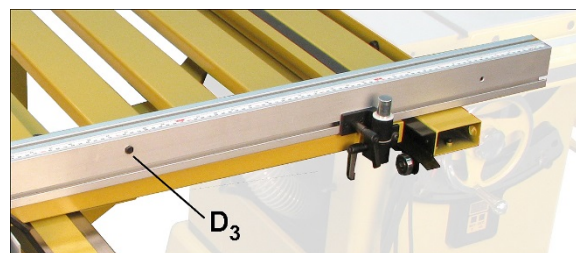
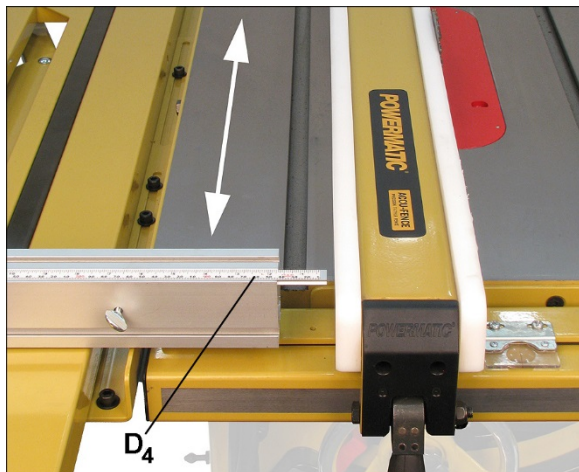

Рисунок 8-2
Рисунок 8-3
3. Установите упор подвижного стола в переднее положение, ослабьте винт (D3, Рисунок 8-2) и сдвиньте шкалу упора (D4, Рисунок 8-3) так, чтобы она почти касалась параллельного упора пилы / бруска с прямыми гранями.